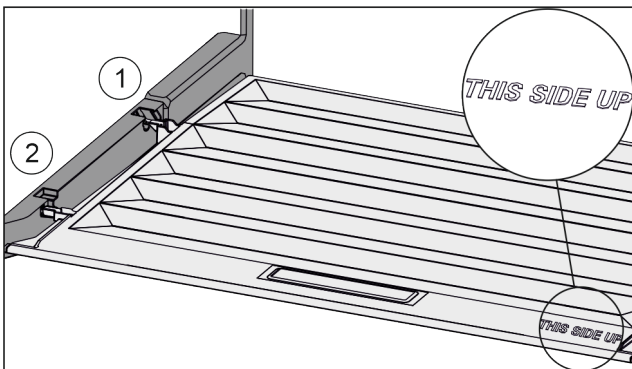

Fig. 98
- ▶ Deckelstege über Öffnung der hinteren Halterung Fig. 98 (1) einführen und vorne in Halterung Fig. 98 (2) einrasten.